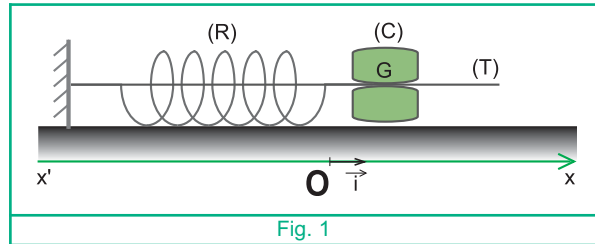

Fig. 1
**6** Un corps (C) de masse  $M = 0,2 \text{ kg}$  est attaché à l'une des extrémités d'un ressort (R) à spires non jointives, de raideur  $k = 20 \text{ N.m}^{-1}$  et de masse négligeable devant  $M$ .
L'autre extrémité du ressort est fixe. L'ensemble ressort (R) et corps (C) peut osciller horizontalement le long d'une tige (T). A l'équilibre, le centre de gravité G du corps (C) coïncide avec l'origine d'un repère  $(O, \vec{i})$  porté par un axe horizontal  $x'x$  (figure 1). Au cours de son mouvement, G est repéré par son abscisse  $x$ .